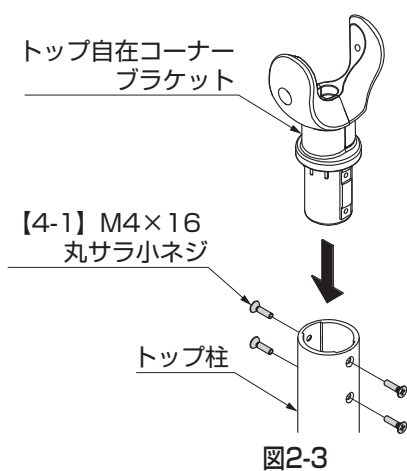

図2-3
- ① トップ柱にトップ自在コーナーブラケットを挿入して、【4-1】で取付けてください。(図2-3参照)